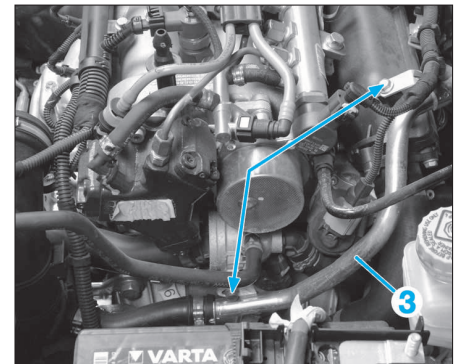

FIG. 10
- Déposer le tube (3) (Fig.10).